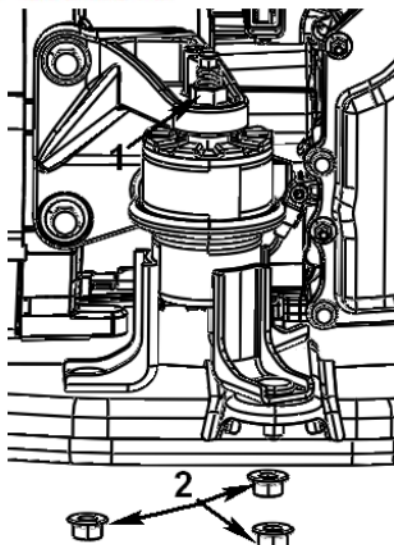

图 3.1 前悬置
- (1) 将车辆用举升机顶起，拆掉轮胎，断开传动轴、转向节、下摆臂等，拆掉底盘护板，用工装或升降车将动力总成和前副车架顶起，松开前副车架与车身连接紧固螺栓，将动力总成和前副车架一起从车辆前舱中落下；
- (2) 松开动力总成前、左、右悬置支座总成与支架总成相连的螺母1及与副车架相连的螺母2，即可拆下各悬置支座总成并可将动力总成与副车架分开，如图3.1、3.2、3.3所示；
| 图 3.1、3.2、3.3 螺母编号 | 力矩值要求                                 |
- (5) 再将更换后的动力总成前、左、右悬置支架与副车架分装，分装时与副车架连接螺母带上先不要打紧力矩，使悬置支架总成可移动；（备注：副车架左悬置支架安装孔起定位作用，前悬置支架和右悬置支架安装孔具有整车前后、左右位置调节作用，如图 3.1、3.2、3.3 螺母 2）；
- (6) 接着把动力总成从上往下落在副车架上，对准前、左、右悬置支架与支架配合安装孔，
等动力总成下落装配到位后，带上螺母并打紧力矩；（如图 3.1、3.2、3.3 螺母 1）；
- (7) 将装配好的副车架与动力总成整体从下往上用工装顶起安装到车身上；副车架装配好后，需将前、左、右悬置支座与副车架连接的螺母打紧力矩；（如图 3.1、3.2、3.3 螺